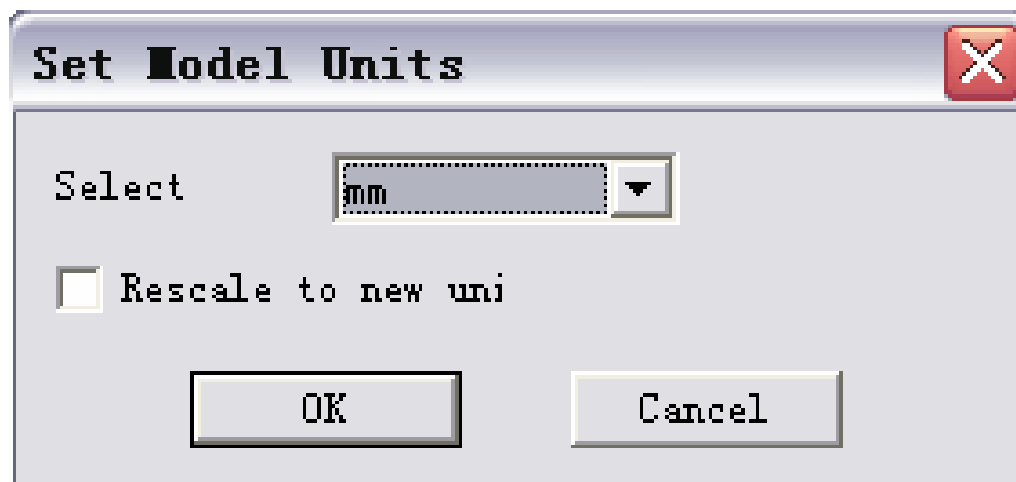

图5-1-20设置单位
- (1) 在菜单栏中点击3DModeler> Units。
- (2) 在图5-1-20中设置模型单位：在此选择mm。